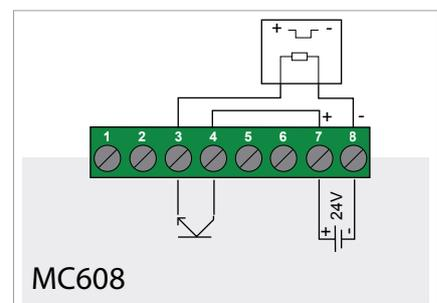

Fig. 30
**1)** Tramite i 4 pulsanti posti sulla maschera anteriore del convertitore (1, Fig. 30), svitando il vetro del pannello frontale (2, Fig. 35).